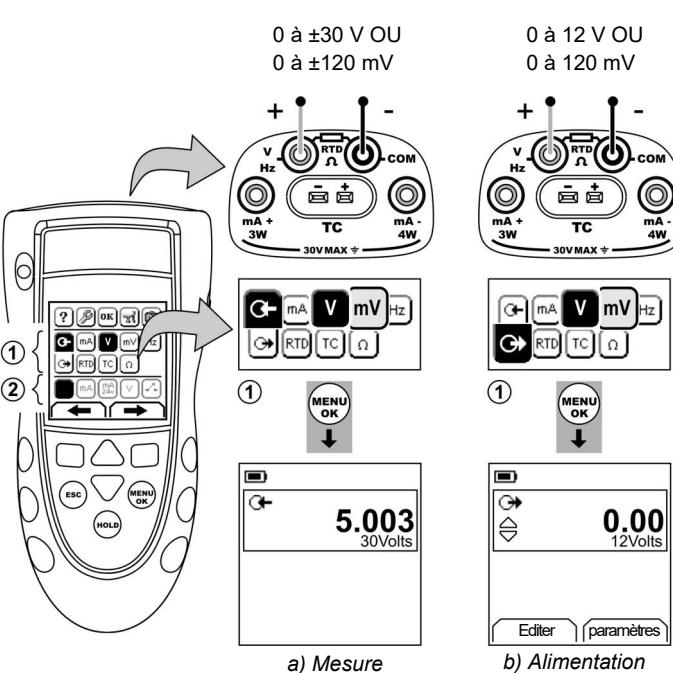

Figure 4 : Exemple de configuration - mesure/alimentation en volts ou mV (zone ①)
1. Raccordez l'instrument (Figure 4/5) et, si nécessaire, réglez le menu Config. (Tableau 1).